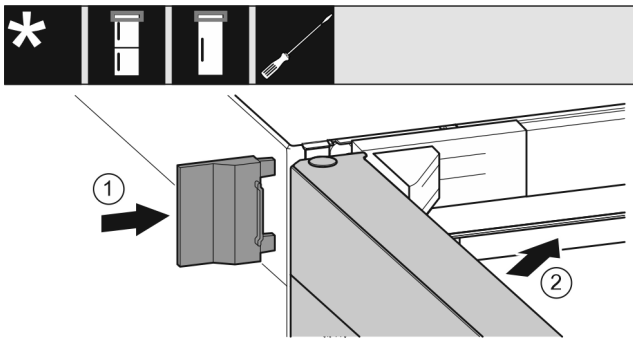

Fig. 66
- ▶ Applicare la copertura esterna Fig. 66 (1).
- ▶ Chiudere la porta superiore Fig. 66 (2).